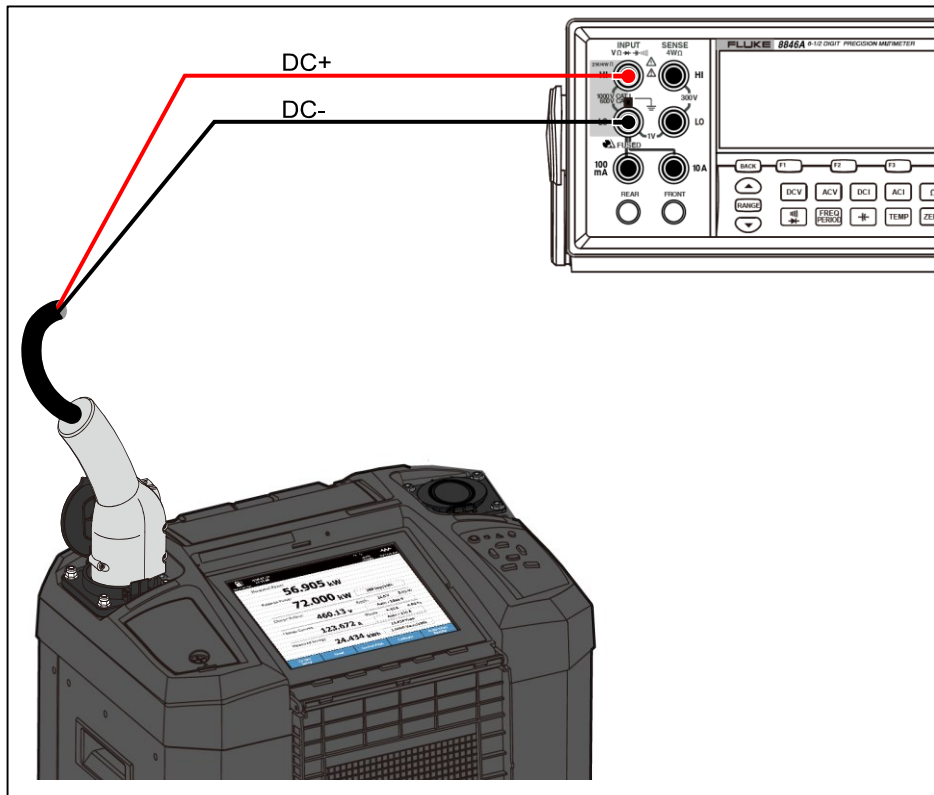

图 14. V_SIM 校准配置
1. 产品屏幕上提示“请连接电压表到左充电座 DC+/DC-校准信号端”时，按图 14 所示，将产品左侧充电座接口面板的 DC+和 DC-端子分别连接到六位半高精度数字多用表(Fluke 8846A)的输入 HI 和 LO 端子。